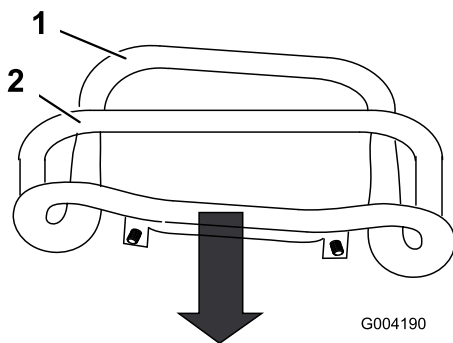

Bild 55
3. Ziehen Sie den Fahrtrieb gerade nach hinten, sodass die Vorderseite des Fahrtriebs den Anschlagbügel berührt (Bild 55).